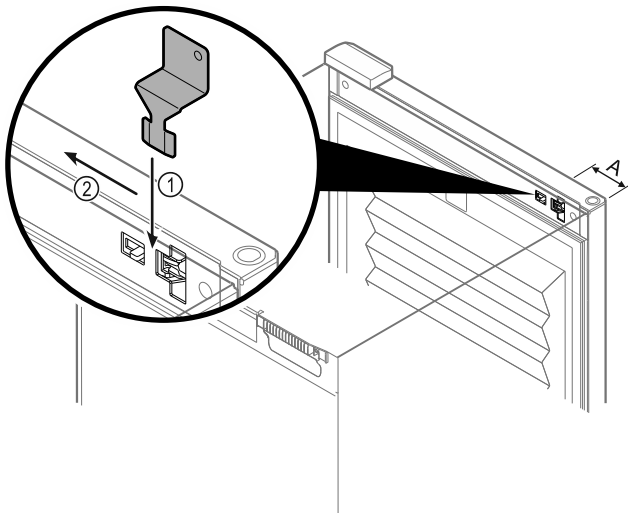

Fig. 107
- ▶ A vészkireteszelő kulcsot a megadott helyen helyezze el Fig. 107 (A) \approx 100 mm.
- ▶ Dugja be ütközésig a vészkireteszelő kulcsot fentről az ajtó és a készüléktest közé Fig. 107 (1).
- ▶ Húzza a vészkireteszelő kulcsot a zsanéroltal felé Fig. 107 (2).